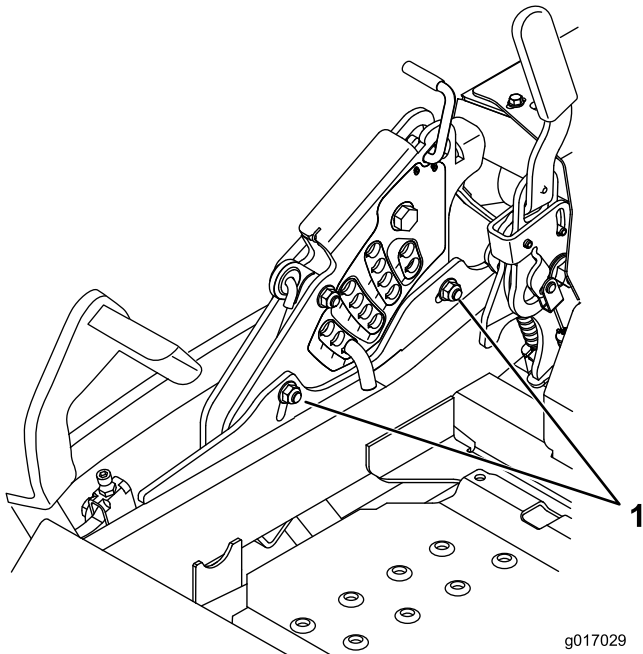

Figura 85
11. Para ajustar el sistema de ajuste de un solo punto, afloje los dos pernos situados cerca del borde inferior de la pletina de altura de corte. Consulte Figura 85.
13. Apriete los dos pernos situados cerca del borde inferior de la pletina de altura de corte (Figura 85). Apriete a 37-45 N-m.